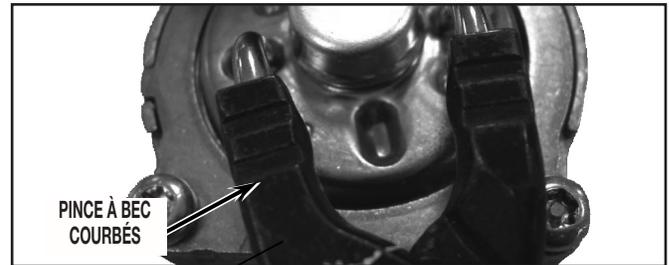

FIGURE 25
30. Pour la rotation, placer une pince à bec recourbé dans les encoches du couvercle. Voir Figure 25.